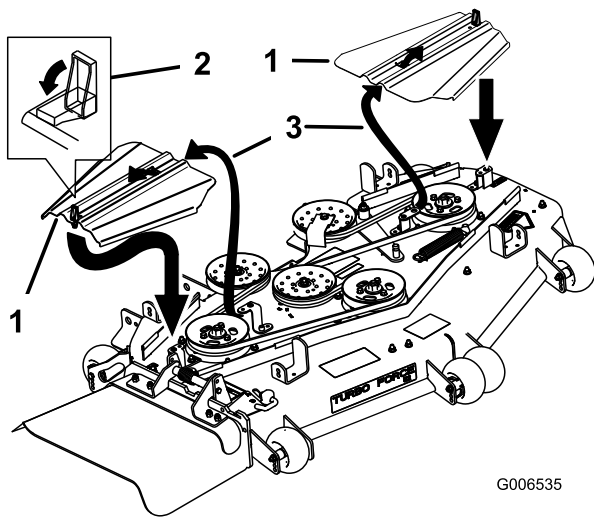

Figure 61
12. Posez les couvercles en les insérant dans la languette, vissez les boulons en place et fermez les fixations (Figure 61).